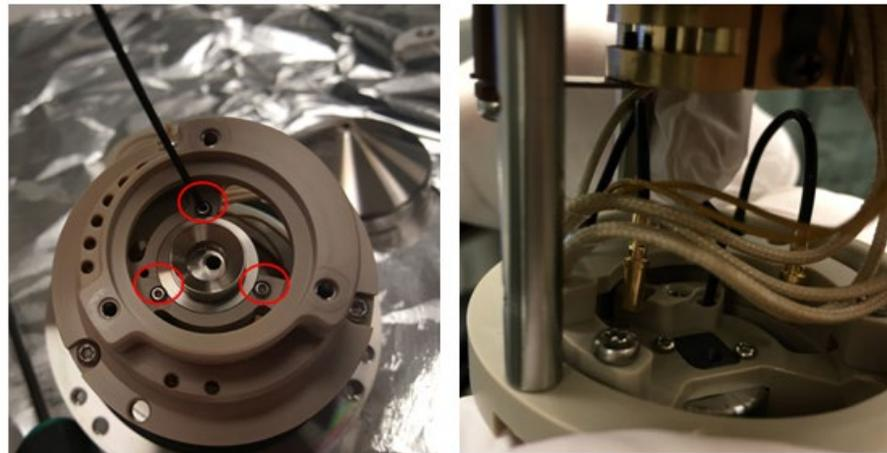

图 120: 拆除管镜螺丝
- 17) 拆除固定管镜的三颗螺丝。要拆除管镜，使用六角扳手之类的工具通过拔出第二根跳线的孔按电销。见图 120。